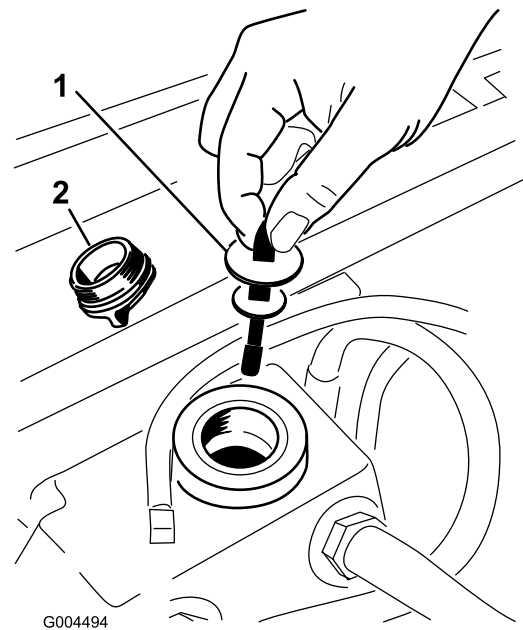

Figure 66
5. Enlevez le bouchon (Figure 66) du goulot de remplissage du réservoir hydraulique.
6. Retirez la jauge et essuyez-la sur un chiffon propre (Figure 66).
7. Remettez la jauge dans le goulot de remplissage, sortez-la de nouveau et vérifiez le niveau de liquide (Figure 66).